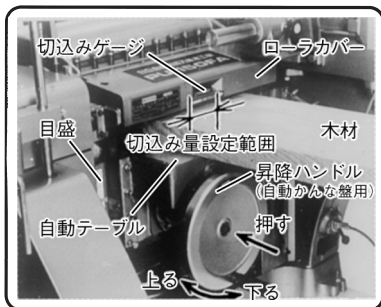

図 18
- 切込み量の確認は、切込み量の設定範囲内(図18参照)の下に木材を置いて確認してください。